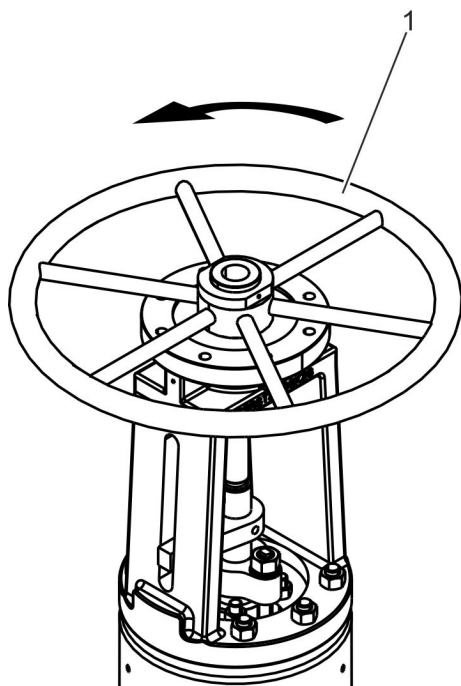

Abb. 20: Armatur öffnen
3. Handrad (Abb. 20/1) gegen den Uhrzeigersinn betätigen.